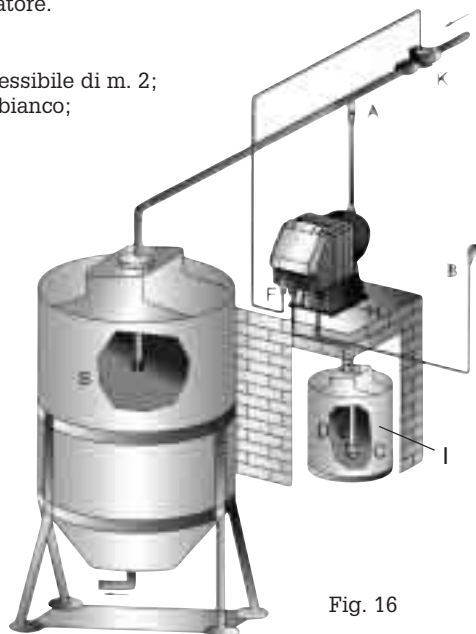

Fig. 16
8.1.2 - SCHEMA DI IMPIANTO TIPICO (Fig. 16)